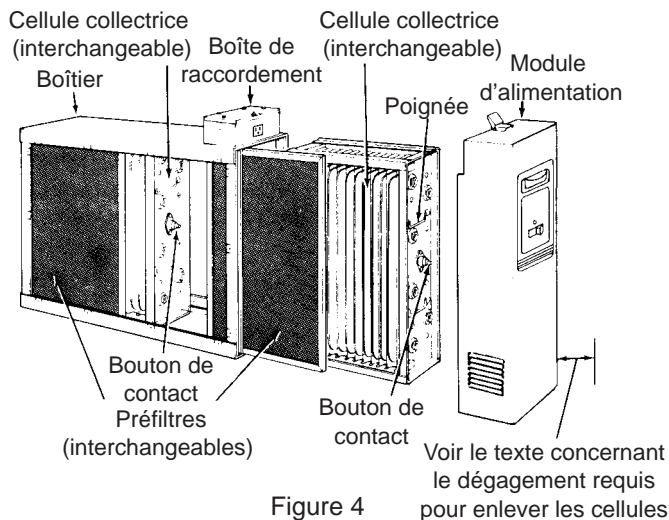

Figure 4
2. Assurer les dégagements suivants afin de permettre le démontage des cellules et des préfiltres (voir les figures 4 et 5) :
Sur livraison, l'épurateur est agencé pour que l'air circule de gauche à droite. Si cela convient à l'installation, aucune modification n'est requise (figure 4). Pour permettre que l'air circule de droite à gauche, retirer les préfiltres et les cellules. Les retourner en gardant la même extrémité orientée vers l'ouverture du boîtier. Cela placera les fils ionisants à droite ; de plus, les deux boutons de contact ainsi que les poignées seront orientés vers le capot du module d'alimentation. L'air doit traverser le filtre dans le sens indiqué par les flèches qui sont estampées sur l'extrémité des cellules.
1. Déposer l'épurateur sur le plancher. Le poser debout, avec le capot du module d'alimentation orienté vers soi (figure 4). Pour une installation horizontale, coucher l'épurateur sur le plancher, ce qui aidera à visualiser la position relative des pièces.